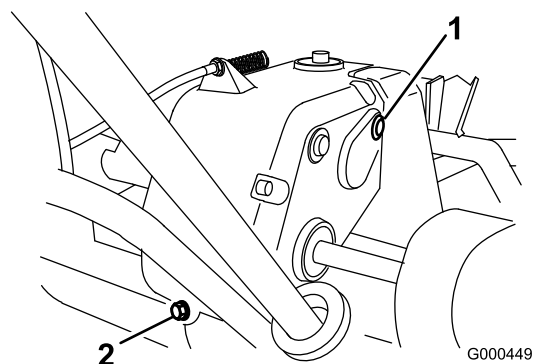

図 29
2. トランスミッション右側にある点検・補給プラグ（図 29）を抜き取る。